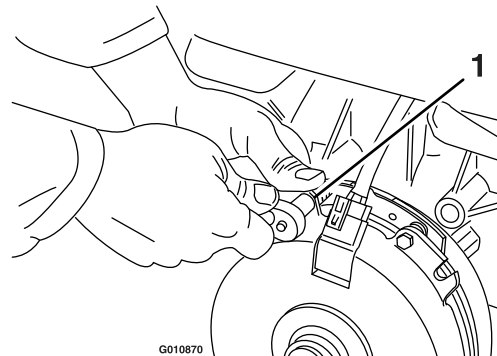

Figura 74
- Desaperte ambos os parafusos de montagem do travão meia a uma volta, como se mostra na Figura 74.